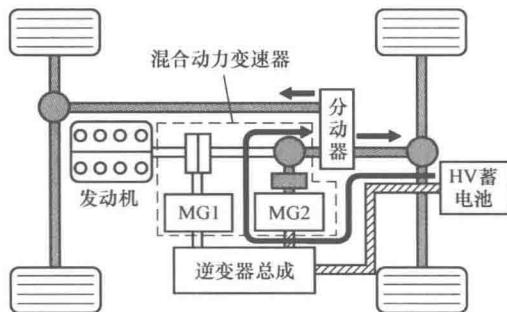

图 1-6 起动（由 MG2 驱动）
**起动（由 MG2 驱动）（图 1-6）：**通过 HV 蓄电池向 MG2 供电，以提供动力来驱动车轮。